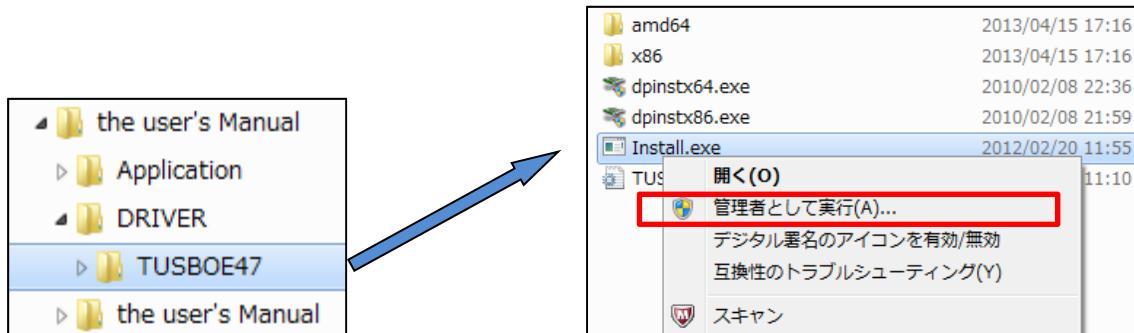

図 4.1-1 インストール実行画面
① ドライバのインストール
- 「DRIVER」→「TUSBOE47」内にある【Install.exe】を右クリックし「管理者として実行」を選択してください(図 4.1-1)。